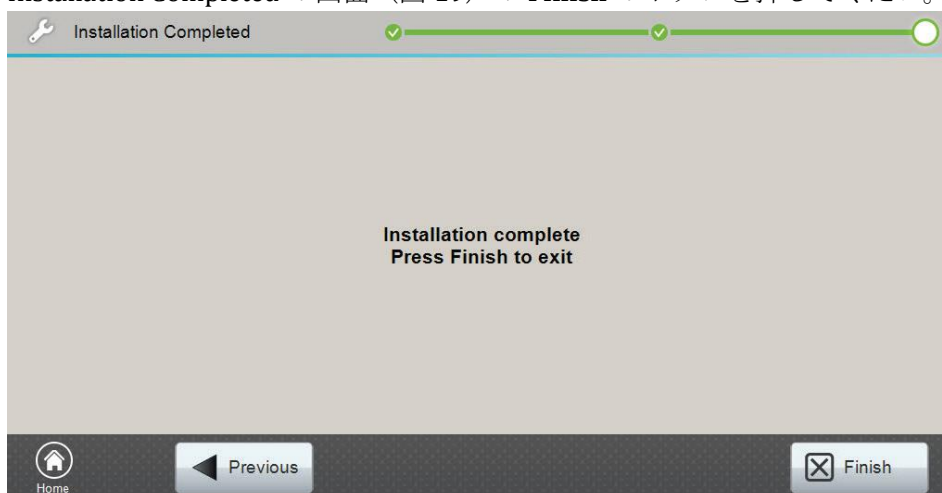

図 19 Installation Completed 画面
12. Installation Completed の画面（図 19）の **Finish** のボタンを押してください。
14. **Installation Completed** の画面（図 19）の **Finish** のボタンを押してください。
11. **Installation Completed** の画面（図 19）の **Finish** のボタンを押してください。